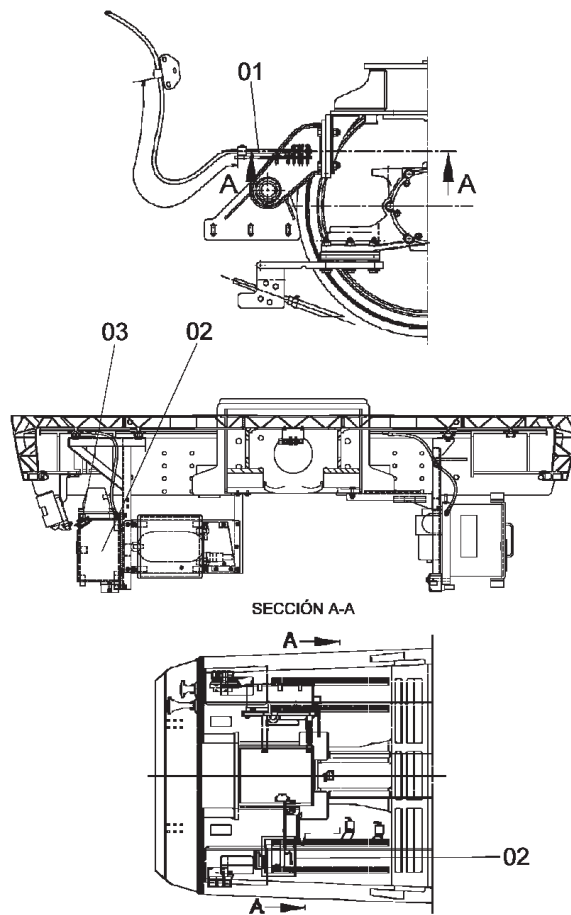

Figura 2-33. Engrase pestaña
2.7 ENGRASE PESTAÑA (FIGURA 2.33)